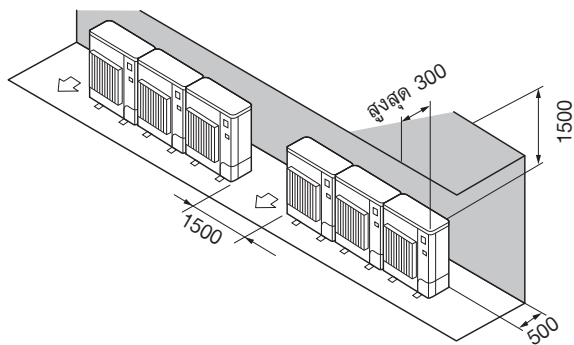

Fig. 2-13
- ② มีลิ่งกีดขวางที่ด้านหลังและด้านบนเท่านั้น (Fig. 2-13)